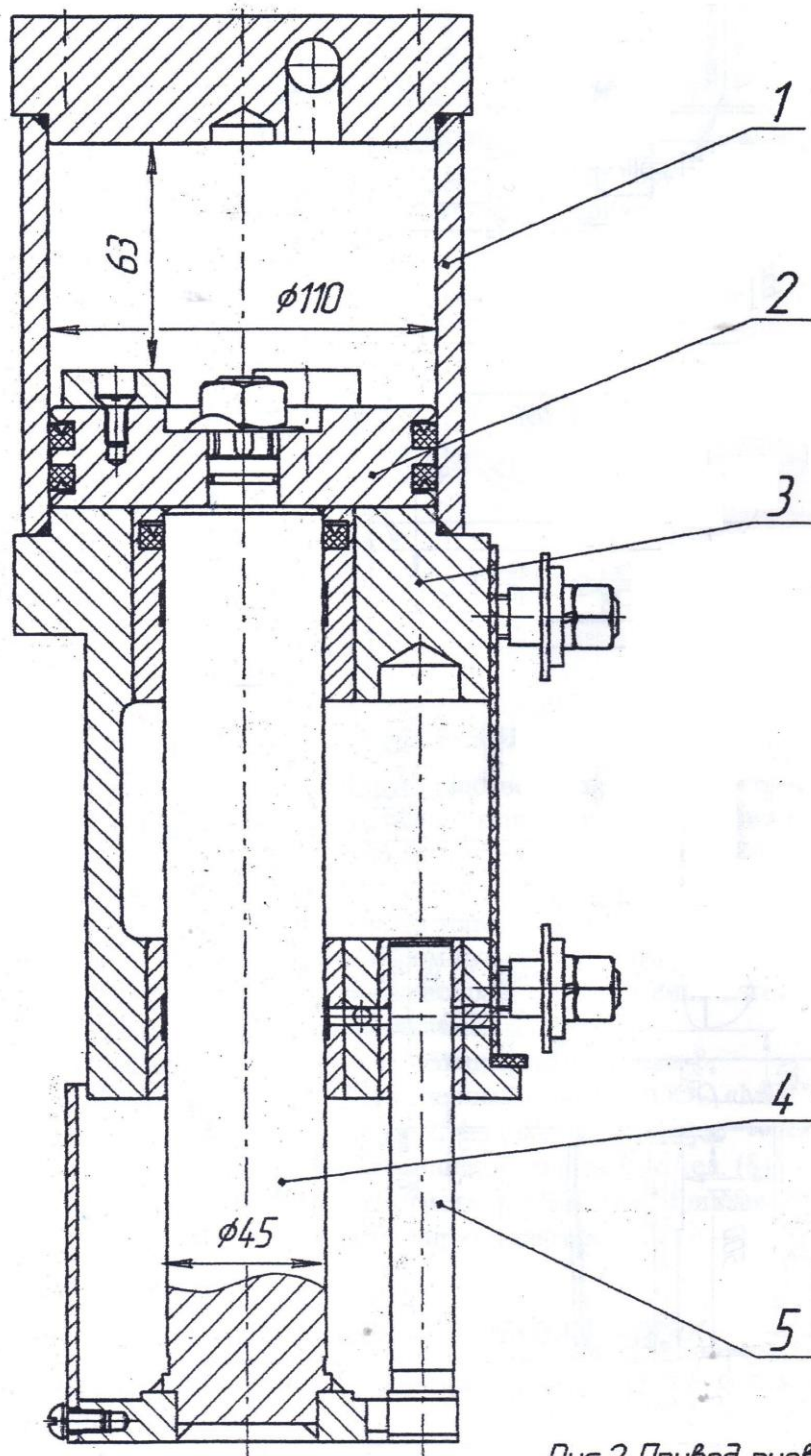

Рис.2 Привод пневматический
- Рис. 2. Привод пневматический